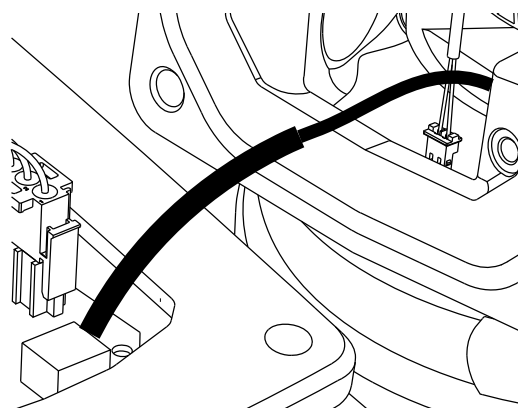

Рис. 20 Изолирующие муфты на трёх проводах
8. Установите новую изолирующую муфту длиной 16 мм на изоляцию проводов электродвигателя. См. рис. 20.